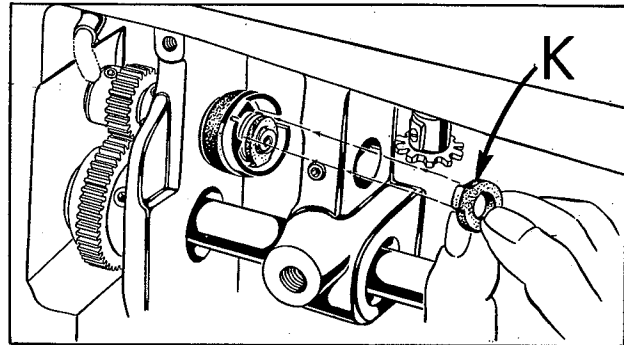

Fig. 21
3. Colóquese el fieltro suministrador de aceite (K, Fig. 21) en el eje del gancho, cerciorándose de que la proyección del fieltro se extienda en la cola de milano de la copa medidora.